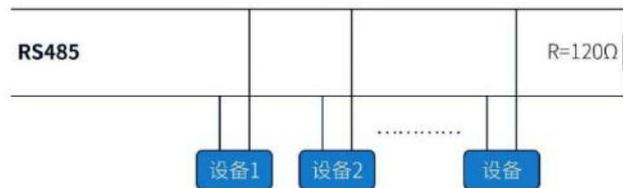

图 3-2
- 用 RS485 总线协议连接多台设备的时候，请参照下图 3-2 的连接方式。